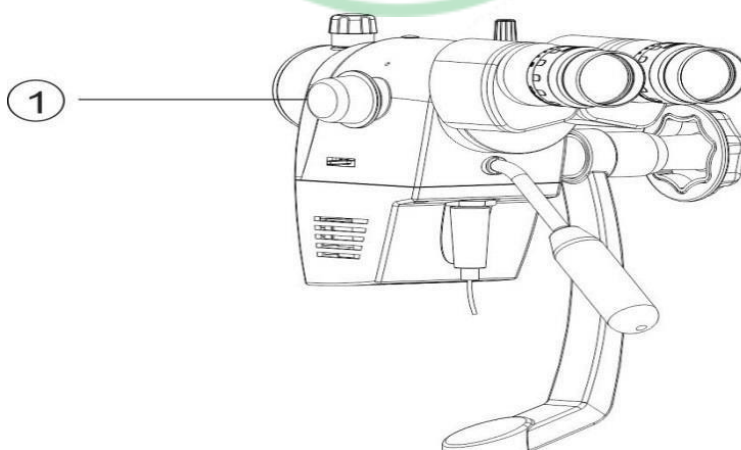

Рис. 10
8.5 Изменение увеличения. (рис. 10)